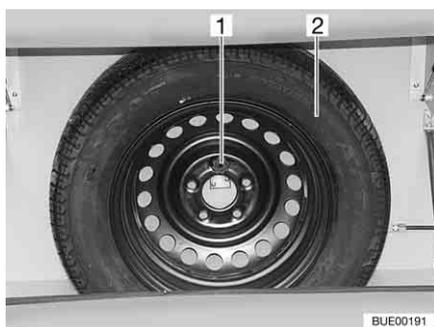

Fig. 227 Soporte para la rueda de repuesto
El soporte para la rueda de repuesto está instalado en la caja para bombonas de gas. Pagando un sobreprecio puede obtener la rueda de repuesto (Fig. 227,2).
- Soltar el tornillo (Fig. 227,1).
- Sacar la rueda de repuesto (Fig. 227,2).